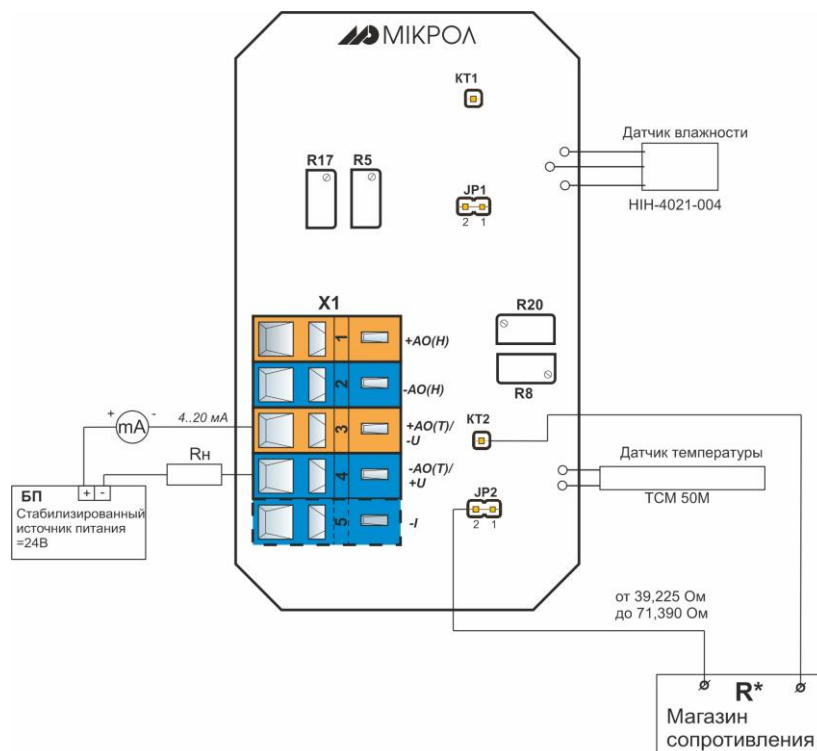

Рисунок 4.4 - Схема проверки работоспособного состояния для канала измерения и преобразования температуры
Второй провод магазина сопротивления нужно подсоединить к контакту KT2 (см. рис. 4.4).
4.3.9 К клемме 3 разъема X1 необходимо последовательно присоединить миллиамперметр постоянного тока для измерения тока выходного сигнала блока (4..20 мА). Также в разрыв цепи выходного сигнала этого канала нужно подключить стабилизированный источник постоянного тока 24В, так как выходной сигнал сам по себе является пассивным. (см. рис. 4.4.).